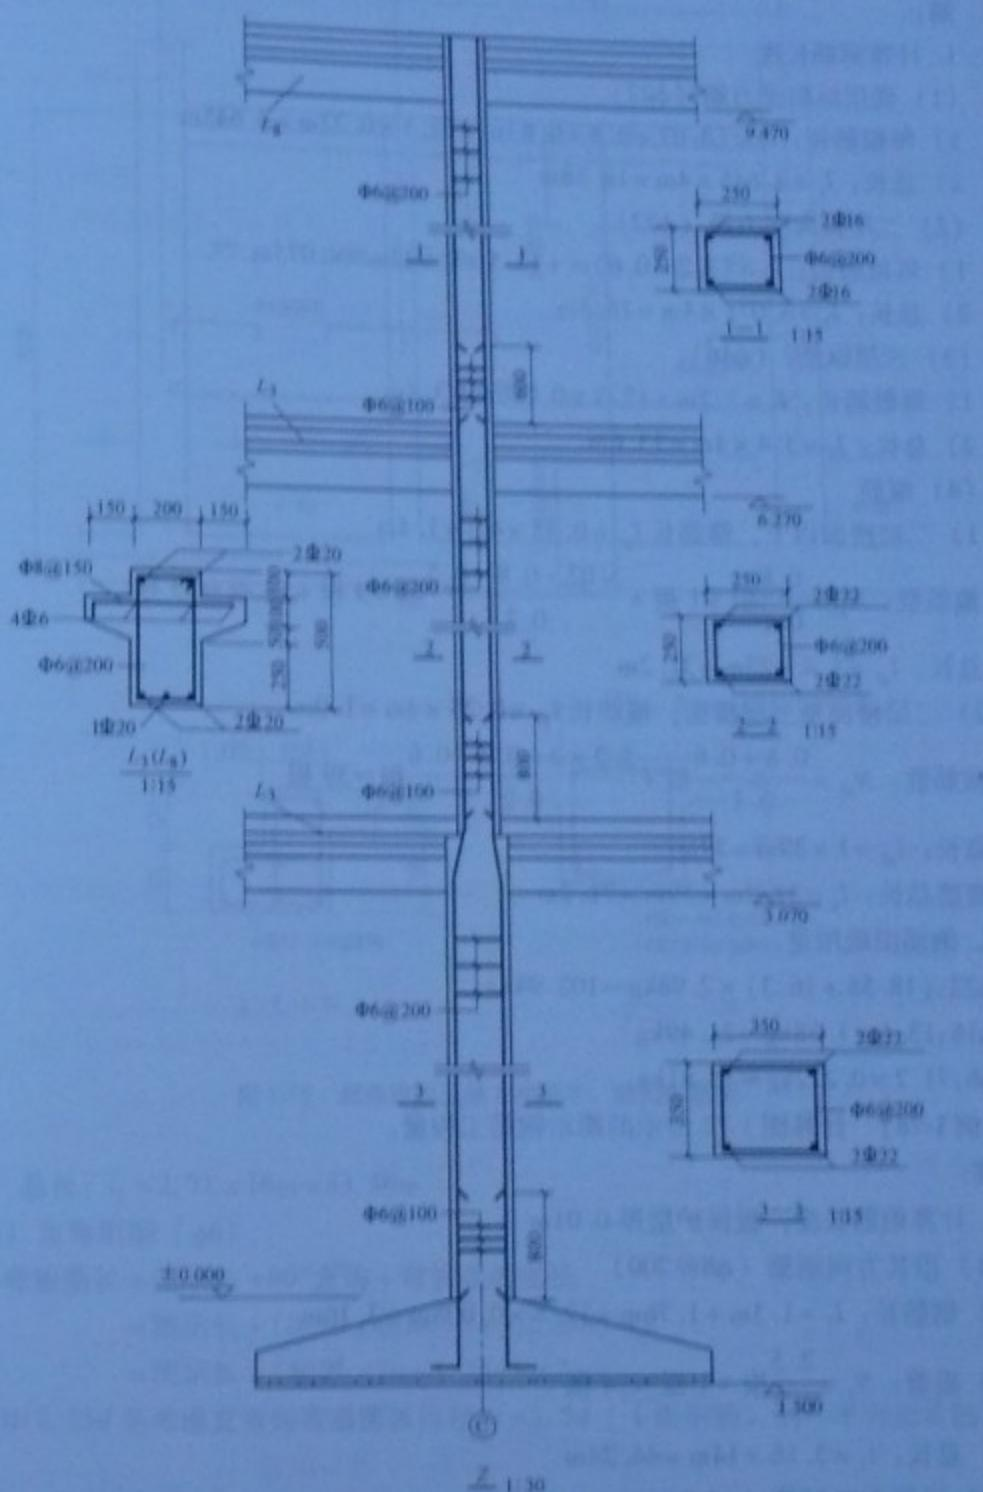

图 1-74 钢筋混凝土框架柱结构图
**【例 1-74】** 图 1-74 为某三层现浇框架柱立面和断面配筋图，底层柱截面尺寸为  $350\text{mm} \times 350\text{mm}$ ，纵向受力筋 4 $\phi 22$ ，受力筋下端与柱基插筋搭接，搭接长度 800。与柱正交的是“+”形整体现浇梁。计算该柱钢筋工程量。